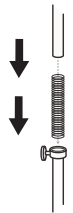

Abbildung 2
2. Gleitfeder und Edelstahl-Innenpol im Außenpol mit offenem Ende (Bild 2).